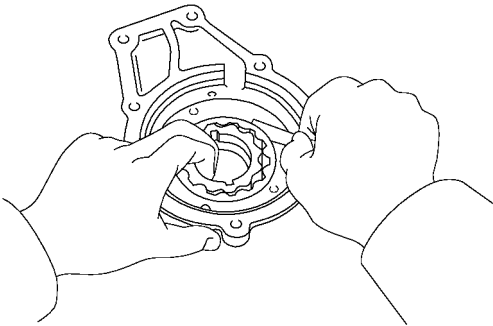

图 12-16 用塞尺测量泵体和从动转子之间的间隙
(1) 检查泵体和从动转子之间的间隙。向泵体的一侧推从动转子，使用塞尺测量其间隙，如图 12-16 所示。